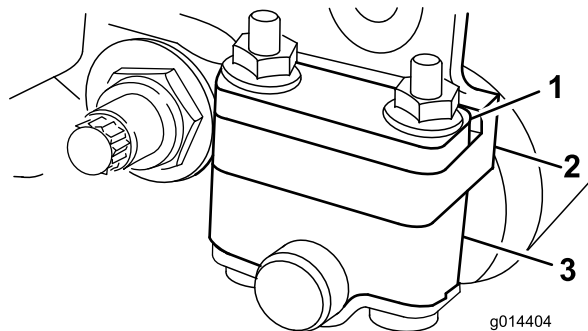
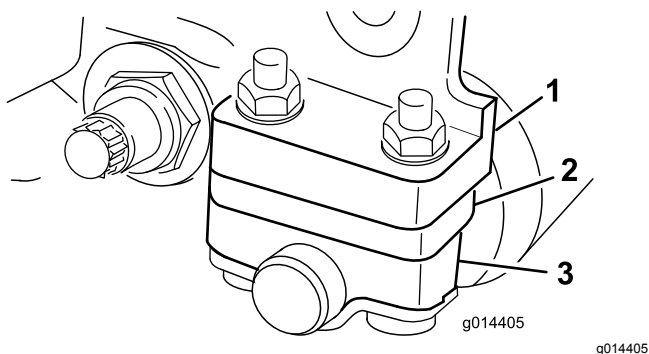

図 11
図 12
使用する刈高によって、後ローラブラケットの取り付け位置を低位置または高位置 図 11 または 図 12 から選択する必要があります。
- 刈高 $1.5\text{--}6\text{ mm}$ の場合 図 11 のように、スペーサをサイドプレート取り付けフランジの上にセット出荷時の設定する。
- 刈高範囲が $3\text{--}25\text{ mm}$ の場合は、図 12 のように、スペーサを取り付けフランジの下にセットする。
4. 必要に応じてスペーサを、ローラブラケットの上または下にする 図 11または 図 12。